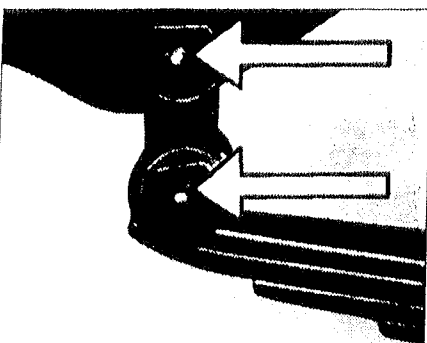

Abb. 57
33. Die Federbolzen der Vorder- und Hinterfeder alle 2000 km mit Abschmierfett schmieren. (8 Schmierstellen.) (Abb. 57)